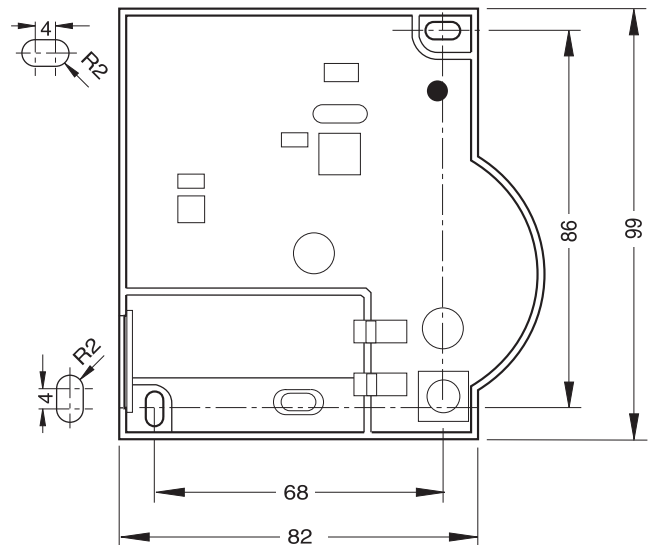

Figure 3: Schéma de montage (indications en mm)
- ▶ Marquez les trous de perçage suivant le schéma de montage (voir Figure 3).
- ▶ Remplacez le couvercle du boîtier par le haut puis verrouillez le par le bas (voir Figure 3).